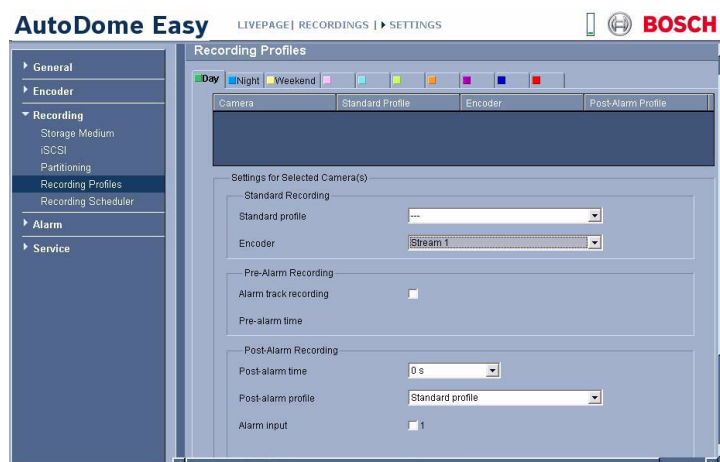

Figura 12.32 Perfiles de Grabación
5. Asigne los días festivos a los perfiles de grabación, según lo descrito en la figura *Figura 12.32, Página 128*.